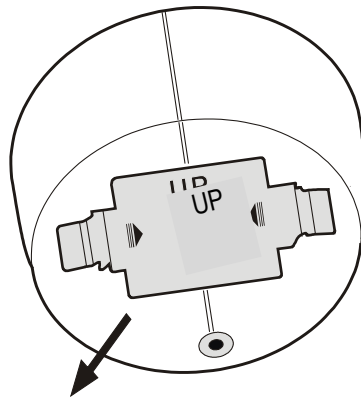

Figura.5
1. Pulse la “tecla” del compartimento de las pilas en la dirección de la flecha; extraiga la cubierta del compartimento de las pilas (Figura.5). Nota: las palabras UP están impresas en el compartimento de las pilas; no confunda la dirección.